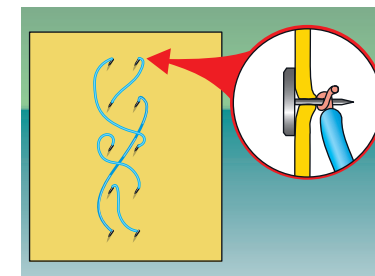

Fig. 6
5. Cu ajutorul sârmelor uniți pionezele pe partea opusă a cartonului astfel, ca să se formeze perechile «întrebare – răspuns corect» (fig. 6), și montați circuitul electric.